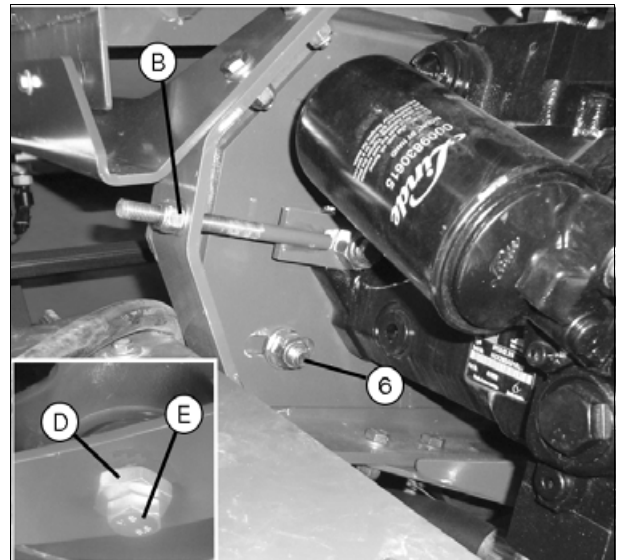

Рис. 4.
1. Ремень натягивается путем совместной регулировки пружины на натяжителе ремня (A) и кронштейна насоса на натяжителе (B) (рис. 4), пока расстояние (X) не станет равным 90 мм при зазоре (Y) равном 220 мм. В заключение затяните болты (6) (рис. 4) у кронштейна и контргайку у пружины.